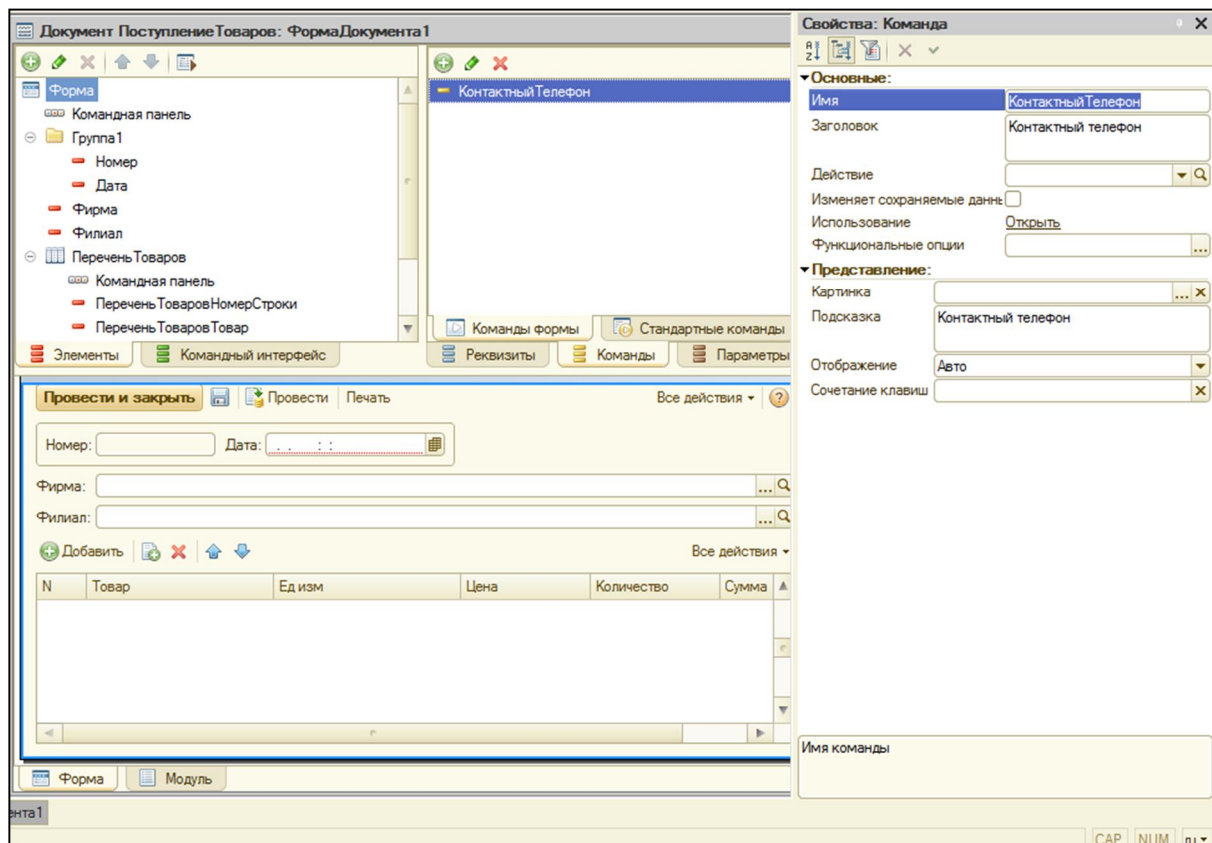

Рис. 29. Окно свойств добавления команды «КонтактныйТелефон»
2. В окне редактирования формы документа «ПоступлениеТоваров» в верхнем правом окне на вкладке «Команды» нажать кнопку «Добавление новой команды». Указать имя – «КонтактныйТелефон» (рис. 29).
В разделе «Действия» окна свойств команды «КонтактныйТелефон» (рис. 29) щелкнуть по значку с изображением лупы и написать следующую процедуру: